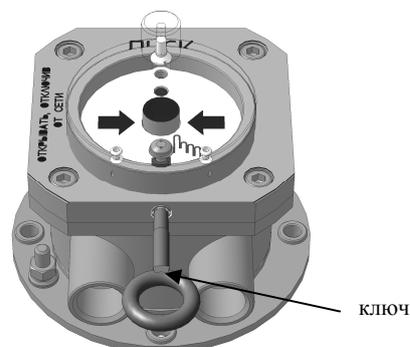

Рисунок 5 – Вид УДП со специальным инструментом (ключом)
2.4.3 Возврат УДП в режим «Норма». Снизу, в отверстие крышки УДП вернуть на 2 оборота по часовой стрелке специальный ключ (см. рисунок 5) и потянуть – кнопка вернется в исходное состояние. После возврата кнопки в исходное состояние, вращая против часовой стрелки, извлечь ключ из крышки УДП. Защитную крышку вернуть в исходное состояние и опломбировать.